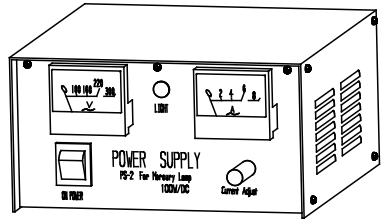

图 3
1) 打开电源开关, 指示灯 “LIGHT” 亮表明电源已工作。(图 3)